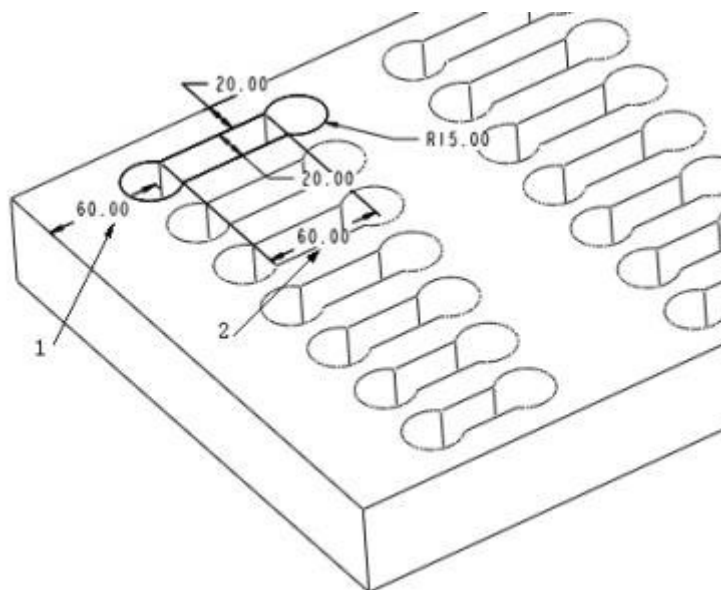

图 7-12 阵列尺寸示意图
(1) 在模型中选择尺寸“20”作为阵列方向的尺寸，在弹出的文本框中输入尺寸增量“40”，输入阵列子特征数量为“7”（包含原始特征）。
(2) 按下 Ctrl 键，选择箭头 2 指示的尺寸“60”，在弹出的文本框中输入在该方向的尺寸增量为“-5”，如图 7-12 所示。
选择箭头 1 指示的尺寸“60”，在弹出的文本框中输入在该方向的尺寸增量为“150”，如图 7-12 所示，输入阵列子特征数量为“3”。